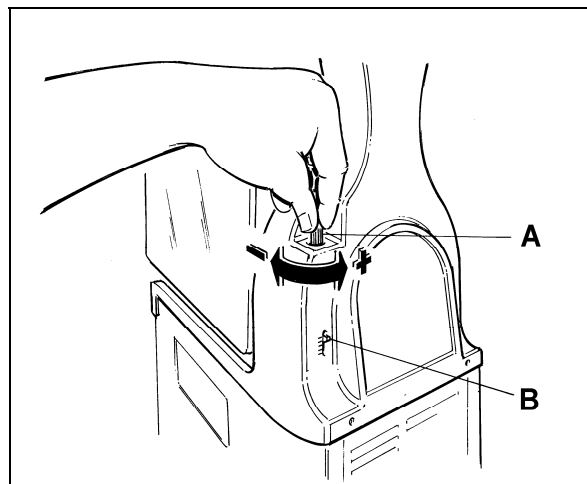

Fig. 21
- b) **Ajuste de la consistencia:** para variar la consistencia del producto, usar el pomo de ajuste A, ubicado en la parte trasera del aparato (fig. 21); como muestra la escala B, girando en sentido horario, el producto se hará menos denso, girando en sentido antihorario, el producto se hará más denso.